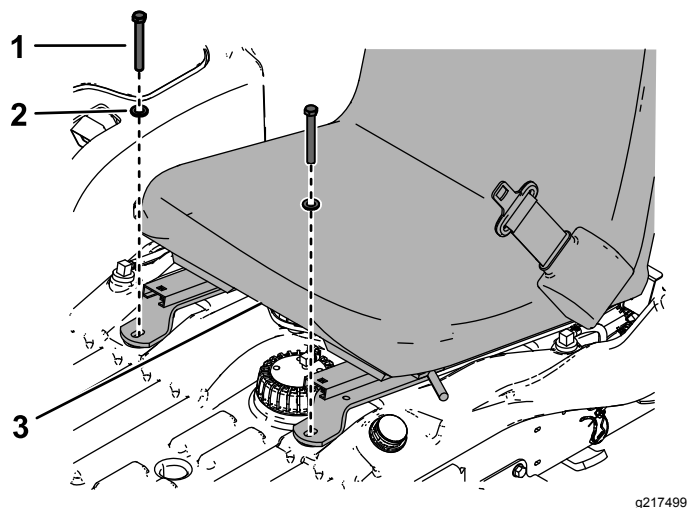

Figura 3
3. Retire y guarde los 2 pernos y arandelas delanteros del asiento, desconecte el arnés de cables debajo del asiento, y retire el asiento (Figura 3).